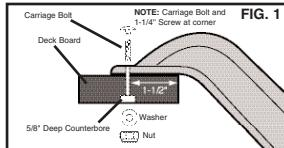

FIG. 1
2. Align top of slide square with platform opening. **NOTE:** Slide should be 90 degrees to deck. Mark hole locations approximately 1-1/2" from the front edge of the slide platform (See Fig. 1). Remove slide and drill 1/8" pilot holes at the corner hole locations. Drill 3/8" holes through the remaining hole locations. **NOTE:** Each 3/8" hole must be counterbored on the **UNDERSIDE** of the deck approximately 5/8" deep using a 1-1/8" spade bit. (See Fig. 1)
3. Attach the top of the slide to the deck with two 1-1/2" screws at the corner hole locations, two 2" carriage bolts, washers and nuts. (See Fig. 1) **CAUTION:** If any threads of the bolt extend beyond the nut, remove the excess using a hacksaw. Remove the sharp edges using a metal file.
2. Alinee el cuadro de la parte superior del tobogán con la abertura en la plataforma. **NOTA:** El tobogán debería estar a 90 grados de la plataforma. Marque el lugar para los orificios aproximadamente a 1-1/2" de la orilla frontal de la plataforma del tobogán (Vea la Fig. 1). Remueva el tobogán y taladre orificios pilotos de 1/8" en los orificios ubicados en la esquina. Taladre orificios de 3/8" a través de los lugares restantes para los orificios. **NOTA:** Cada orificio de 3/8" debe tener un diámetro alargado en el LADO INFERIOR de la plataforma, de aproximadamente 5/8" de profundidad, usando una mecha de pala de 1-1/8". (Vea la Fig. 1)
3. Conecte la parte superior del tobogán a la plataforma usando dos tornillos de 1-1/2" en los lugares para los orificios en la esquina, dos pernos de carraje de 2", arandelas y tuercas. (Vea la Fig. 1) **ADVERTENCIA:** Si parte de las roscas del perno se extiende más allá de la tuerca, remueva el exceso usando un serrucho para metales. Remueva las puntas agudas usando una lija para metales.